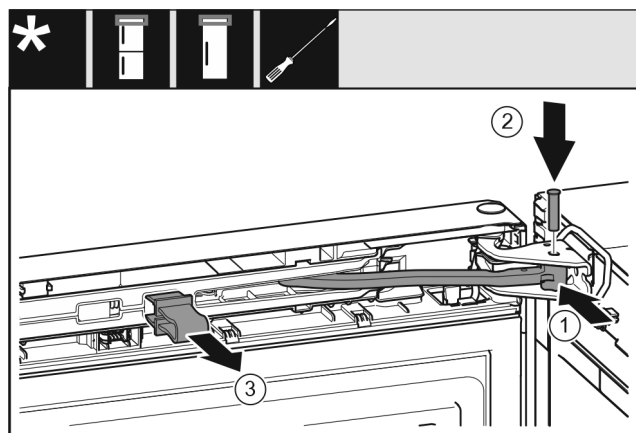

Fig. 47
- ▶ Tourner la jointure Fig. 47 (1) dans le support de palier.
- ▶ Insérer l'axe Fig. 47 (2) dans le support de palier et la jointure. Veiller à ce que l'ergot soit bien en place dans la rainure.
- ▶ Retirer la fixation Fig. 47 (3).